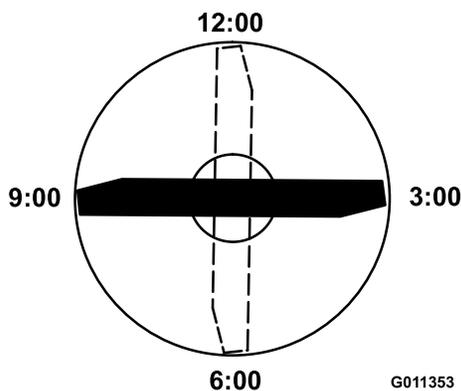

Рисунок 57
4. Установите режущую кромку отмеченного конца ножа в положение «12 часов» (строго прямо по направлению скашивания) (Рисунок 57) и измерьте высоту от стола до режущей кромки ножа.
5. Поверните отмеченный конец ножа в положения «3 часа» и «9 часов» (Рисунок 57) и измерьте значения высоты.